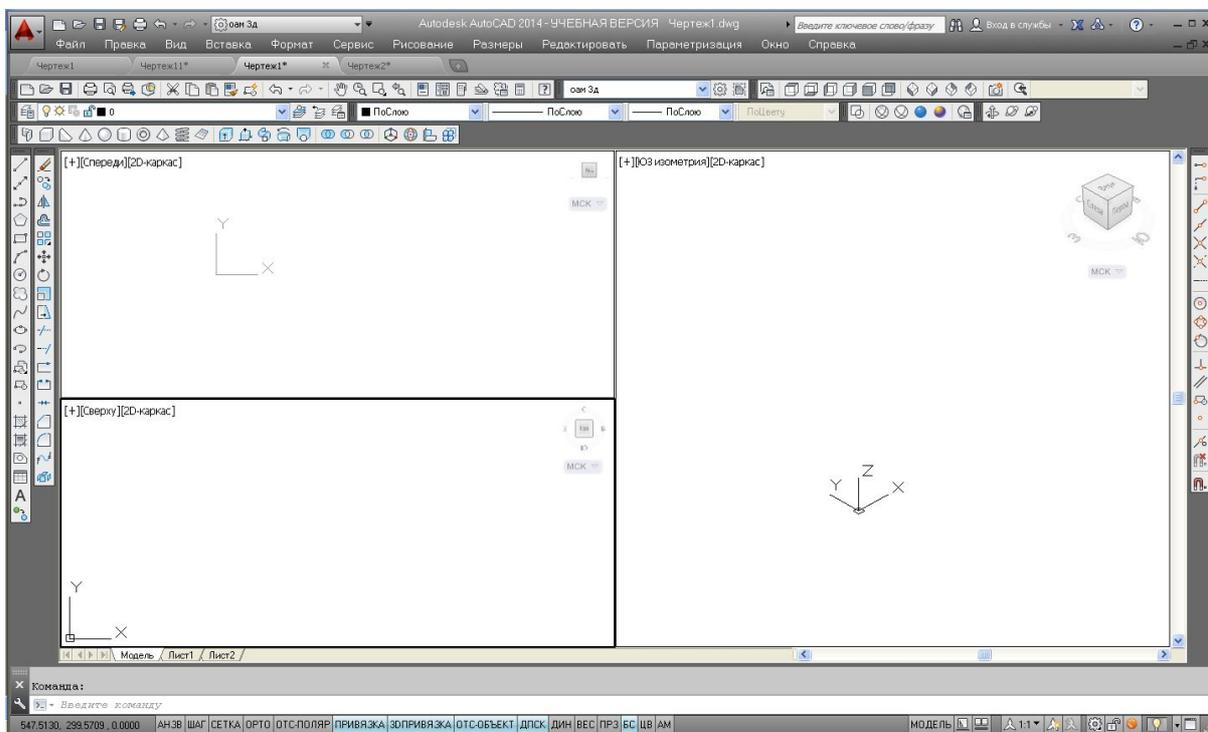

Рис. 77. Конфигурация 3 ВЭкрана
2. При работе с моделью 3D-объекта AutoCAD позволяет делить графический экран на части, в каждой из которых можно установить свою точку зрения или проекцию. Конфигурация, показанная на рис. 77, назначается с помощью операций: **Вид** → **Видовые экраны** → **3 ВЭкрана**. В командной строке выбрать расположение конфигурации: **Правее**.